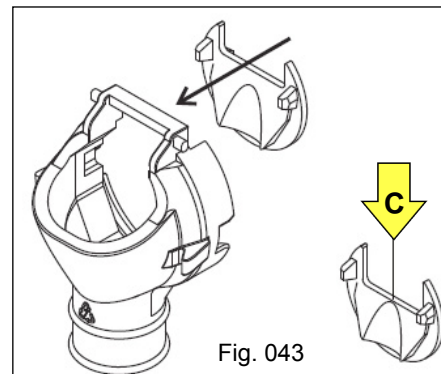

Fig. 043
a) Nunca opere sem a tampa transversal "C" (Fig. 043), a qual tem a função de anular o efeito pulsante da mola e também de controlar a dosagem.
b) Em casos de alta umidade do adubo, ocasionada por chuva ou outros fatores, em que o adubo fica em estado pastoso, deve-se retirar a tampa transversal "C" (Fig. 043) e movimentar a plantadora por aproximadamente 50 metros para que o adubo empastado saia totalmente do dosador, desobstruindo e limpando a rosca sem fim.
Após este procedimento, recolocar novamente a tampa "C" (Fig. 043).